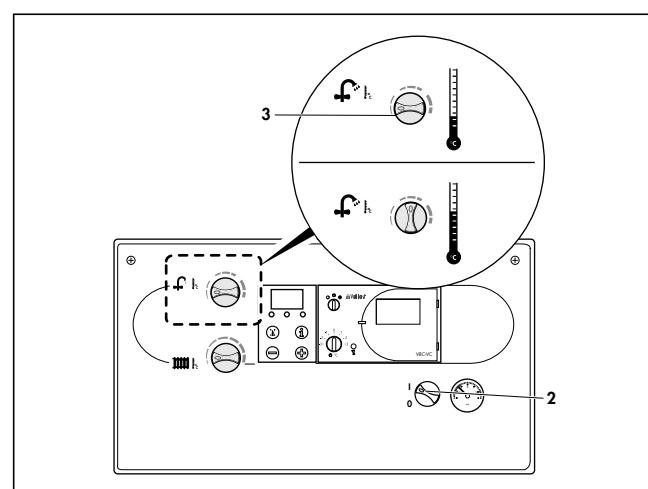

Abb. B.5
Bei einer Wasserhärte von mehr als 10°dh (1,79 mol/m3) stellen Sie bitte den Drehknopf (3) maximal in die Mittelstellung (Abb. B.5).